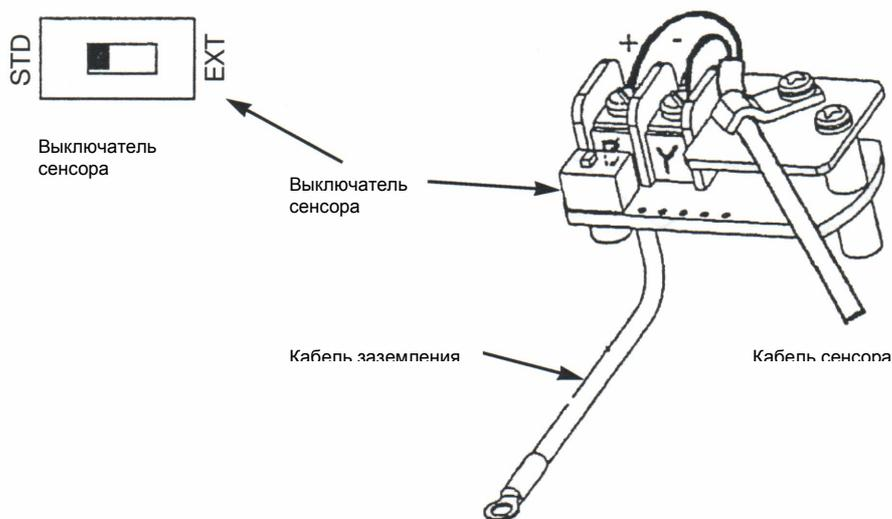

Рисунок 25. Узел предусилителя
- Протянуть желтый и коричневый провода сенсора под скобой зажима на плате преусилителя. Затянуть крепление и подсоединить провода сенсора на клемнике. Поскольку цветная маркировка очень важна, убедитесь, что она соответствует одна другой. См. рисунок 25.
- Протянуть желтый и коричневый провода сенсора через крепления кабельных вводов на панели предусилителя. Затянуть клеммы и присоединить провод сенсора к клеммной коробке. Поскольку цветная маркировка очень важна, проверьте, корректно ли выполнено подсоединение. См. рисунок 25.
- Протянуть желтый и коричневый провода сенсора под скобой зажима на плате предусилителя. Затянуть крепление и присоединить провод сенсора на клемнике. Поскольку цветная маркировка очень важна, проверьте ее правильность. См. рисунок 25.